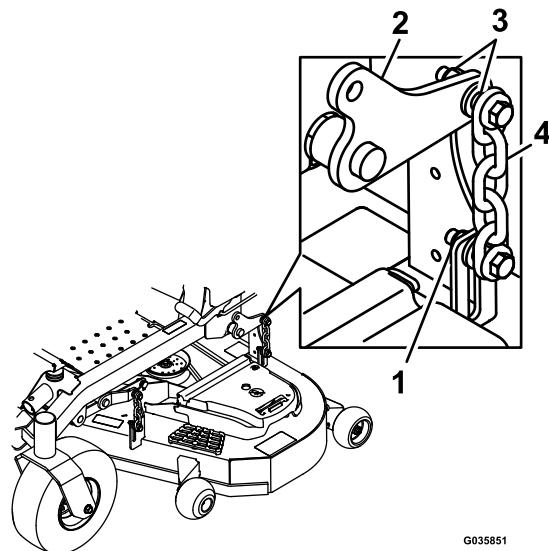

Figura 84
13. Allentate i controdadi (Figura 84) sui 4 spigoli e accertate che il piatto di taglio sia posizionato in sicurezza sui 4 blocchi.